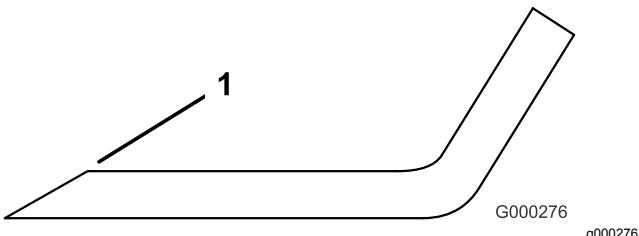

Figura 111
1. Utilice una lima para afilar el filo de corte en ambos extremos de la cuchilla (Figura 111).